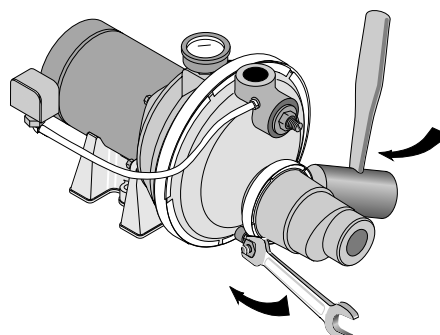

Figure 4 : Montage de l'éjecteur - puits peu profonds
- 3 ° Installer les trousse d'éjecteurs FP4875 et 29650 (les nécessaires sont vendus séparément). Suivre les instructions fournies avec le nécessaire. S'assurer de bien aligner le venturi avec le trou supérieur qui se trouve à l'avant de la pompe (voir la Figure 4).
- 2 ° Installer les trousse d'éjecteurs FP4875 et 29650 (les nécessaires sont vendus séparément). Suivre les instructions fournies avec le nécessaire. S'assurer de bien aligner le venturi avec le trou supérieur qui se trouve à l'avant de la pompe (voir la Figure 4).